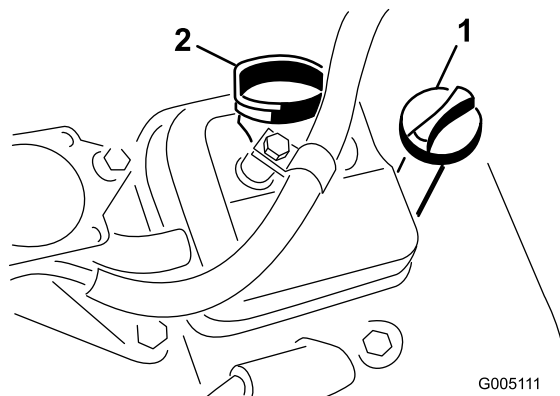

Figure 18
2. Dévissez la jauge et essuyez-la avec un chiffon propre. Revissez la jauge dans le tube en vérifiant qu'elle est enfoncée au maximum (Figure 18).